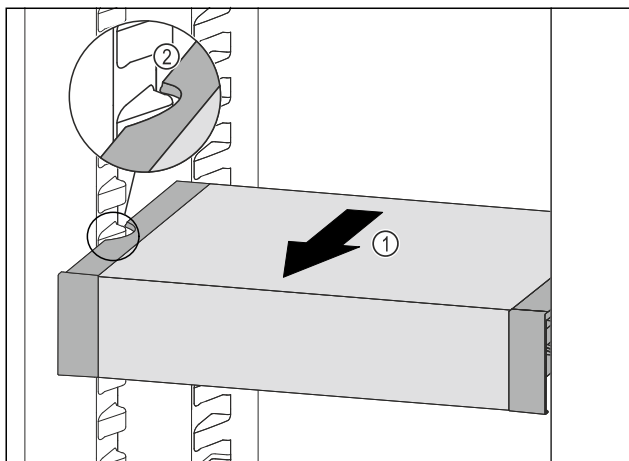

Fig. 61
- ▶ VarioSafe pociągnąć w przód Fig. 61 (1), aż boczne wycięcia szuflady VarioSafe będą się znajdować na wysokości żeber pojemnika w chłodziarce. Fig. 61 (2)